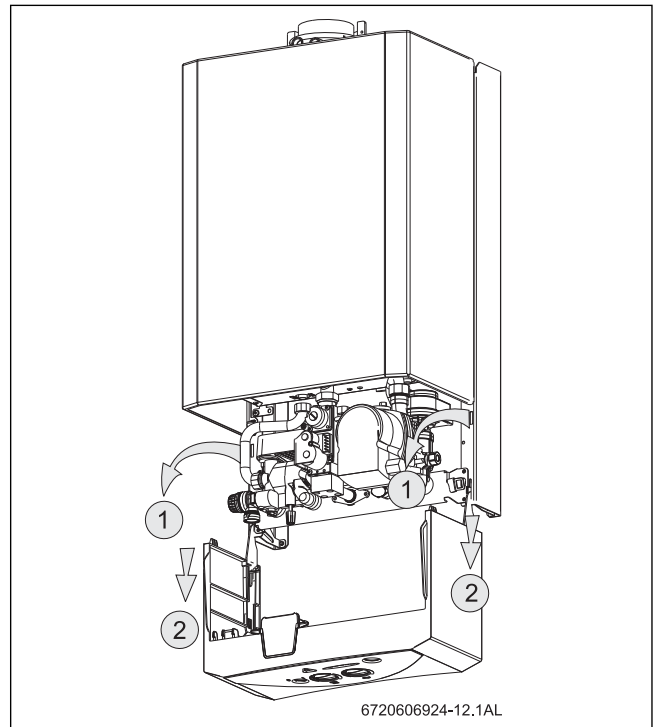

Fig. 38 Posición de servicio para tener acceso al sistema hidráulico y electrónico
- ▶ Para retirar completamente el panel de mandos estando posicionado según Fig. 38 , levántelo y tire de él hacia adelante.